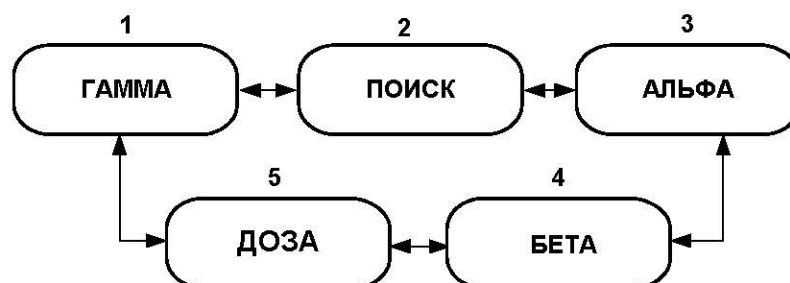

Рис. 3. Схема переключения режимов работы прибора
1.5.2 Выбор режимов работы прибора осуществляется кратковременным нажатием (менее 1 с) кнопки  или . Режимы меняются циклически согласно схеме, представленной на Рис. 3.